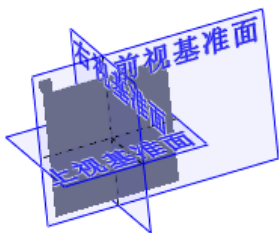

图 7.6.4 薄片 1
Step3. 创建图 7.6.4 所示的钣金特征——薄片 1。选择下拉菜单 **插入(I)** → **钣金(B)** → **基体法兰(A)...** 命令；选取前视基准面为草图基准面，绘制图 7.6.5 所示的横断面草图；选中 ☒ **反向(E)** 复选框，完成薄片 1 的创作。